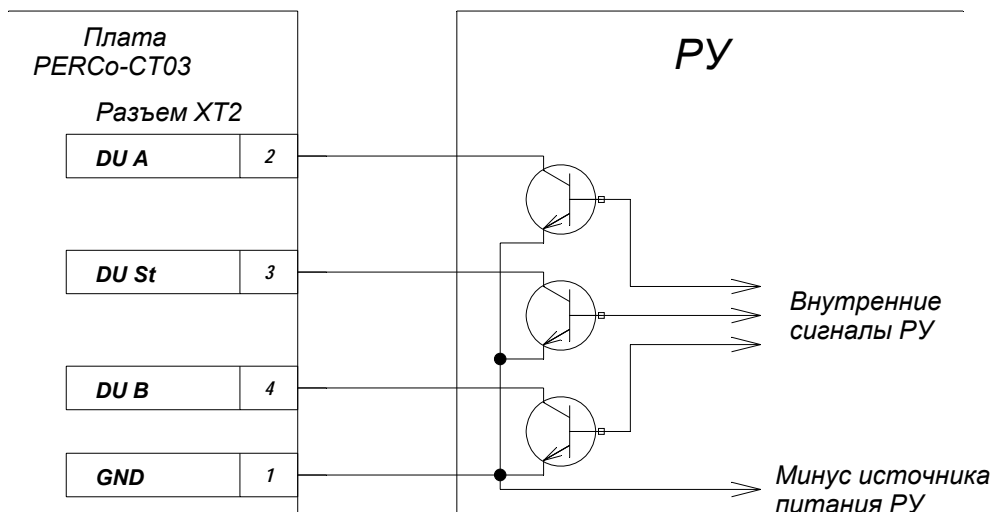

Рисунок 4 – Управляющие элементы устройства радиуправления (PY):
5.4.2 Управление КТС01.3 осуществляется подачей на контакты клеммной колодки "XT2" DUA, DUS_t и DUB сигнала низкого уровня относительно контакта GND, при этом управляющим элементом могут быть нормально разомкнутый контакт реле или схема с открытым коллекторным выходом (см. рисунок 4).